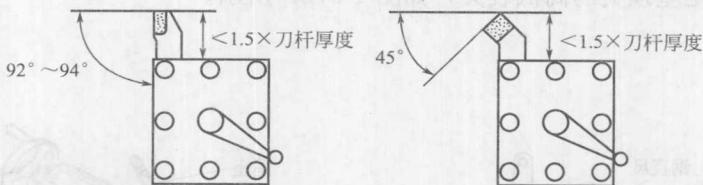

图 1-2 车刀在刀架上伸出的长度
1) 车刀装夹在刀架上的伸出部分应尽量短, 以增强其刚性。伸出的长度约为刀柄厚度的 1~1.5 倍, 如图 1-2 所示。